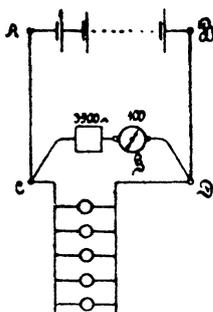

Fig. 18.
85. Eine Batterie besteht aus 10 [33] (120) hintereinander geschalteten Akkumulatoren von je 2 [1,95] (2,01) V Spannung und einem inneren Widerstand von 0,001 [0,002] (0,001)  $\Omega$  pro Zelle. Der äußere Stromkreis wird gebildet aus den beiden 50 [80] (300) m langen, 1,5 [4] (8) mm dicken Kupferleitungen AC und BD. (Fig. 18) und 5 [20] (100) parallel geschalteten Glühlampen von je 8 [80]